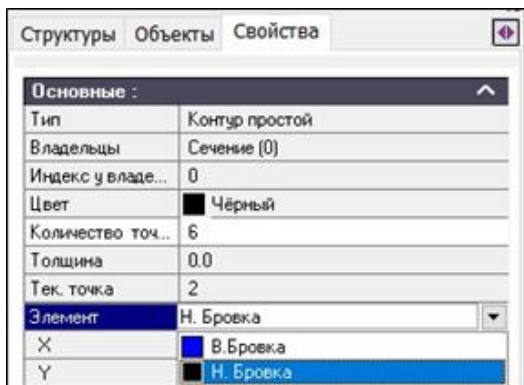
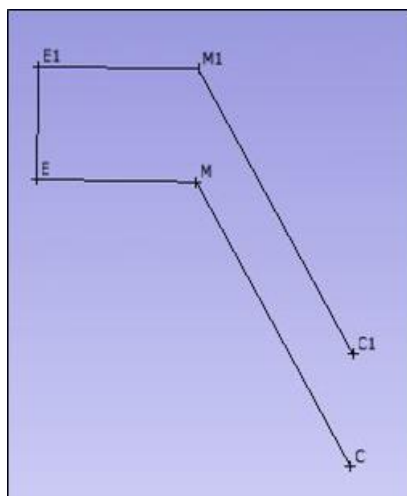

Рис. 4.12. Настройка свойств контура
Рис. 4.13. Результаты настройки цвета контура
19.1. Для этого активизируйте команду **Выбрать контур** , укажите контур **СМЕЕ1М1С1** и на страничке **Свойства Менеджера объектов** установите в строке **Элемент – Н. Бровка** (рис. 4.12). Контур окрасится в черный цвет (рис. 4.13).